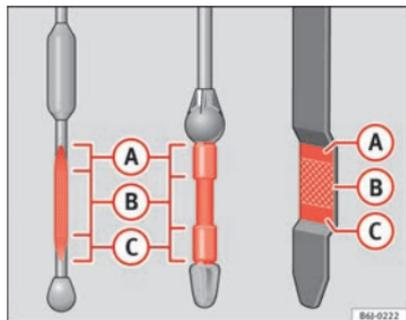

Fig. 144 Vareta de medição do nível de óleo
- Em seguida, retire-a novamente e verifique o nível do óleo ⇒ Fig. 144. Caso seja necessário, reponha óleo do motor.